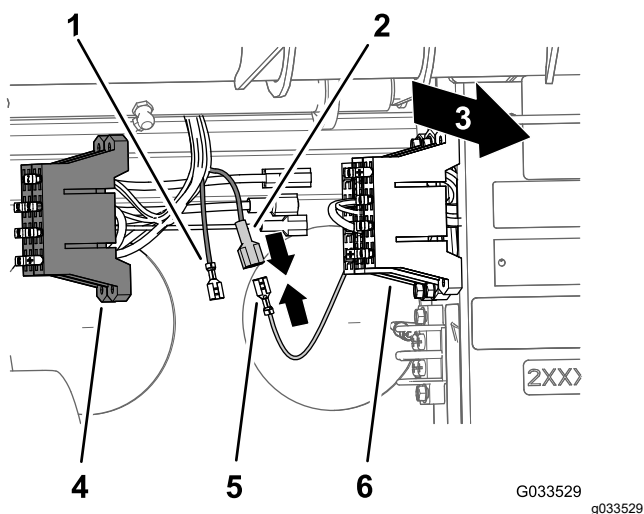

Figura 23
opional al blocului de siguranțe al cablajului pulverizatorului (Figura 23).
3. Cuplai borna neizolată a blocului de siguranțe al mainii la borna lamă izolată a blocului de siguranțe al pulverizatorului (Figura 23).